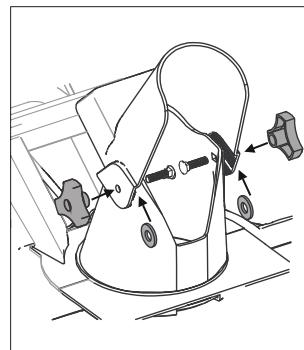

Рис. 5
6.4 Монтаж механизма выброса снега (рис. 5)